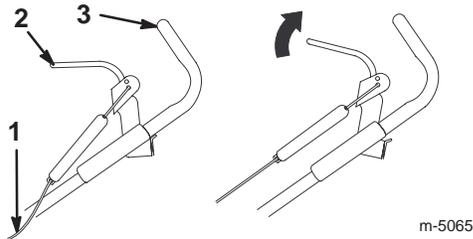

Figure 8
2. Rapprochez la barre de commande du mancheron pour tendre le câble (Fig. 8).